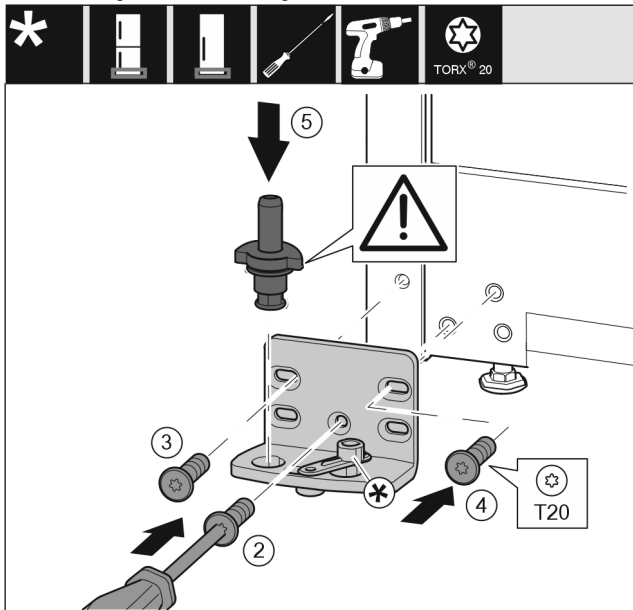

Fig. 36
- ▶ Lagerbock auf der anderen Seite ansetzen und mit Hilfe eines Schraubendrehers T20 anschrauben. Mit Schraube 2 unten in der Mitte beginnen. *Fig. 36 (2)*
- ▶ Schraube 3 und 4 festschrauben. *Fig. 36 (3,4)*
- ▶ Lagerbolzen komplett einsetzen. Dabei darauf achten, dass der Rastnocken nach hinten zeigt. *Fig. 36 (5)*
- ▶ Lagerbock auf der anderen Seite ansetzen und mit Hilfe eines Schraubendrehers T20 anschrauben. Mit Schraube 2 unten in der Mitte beginnen. (2)
- ▶ Schließdämpferverbindung um 180° drehen. Auf der anderen Seite des Lagerbocks mit Schraubendreher T20 anschrauben. (5)
- ▶ Lagerbolzen komplett einsetzen. Dabei darauf achten, dass der Rastnocken nach hinten zeigt. (6)